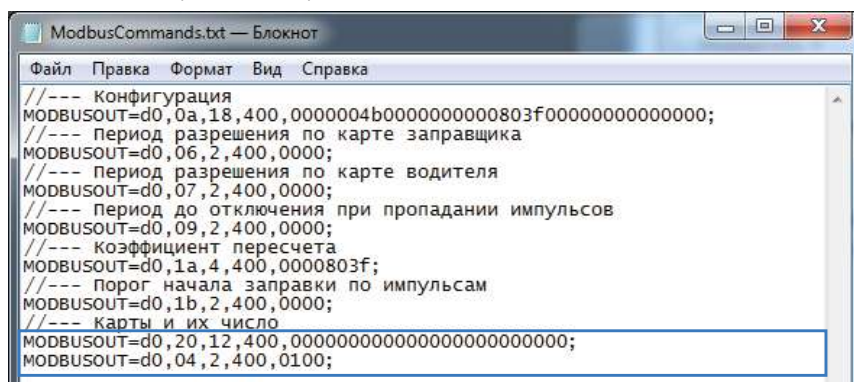

Рис.29. Команды удаленной записи списка карт.
• открыть созданный файл. Скопировать из этого файла команды из раздела «Карты и их число» (Рис.29) в новый текстовый файл и сохранить этот файл, затем изменить расширение нового текстового файла из .txt в .atc. Имя файла может быть произвольным. При копировании необходимо скопировать только команды, без комментариев (заголовков);